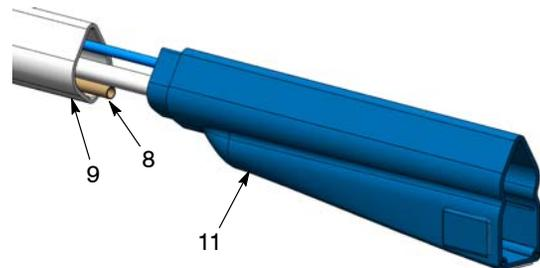

Figura 39 Desconexión del cable del electrodo
8. Ver figura 39. Desenroscar la tuerca del multiplicador (12) del multiplicador (13).
3. Ver la figura 39. Introducir el extremo del muelle del cable de electrodo (10) en el hueco del multiplicador hasta que haga tope y a continuación roscar la tuerca del multiplicador (12) encima del multiplicador hasta dejarla bien fijada.